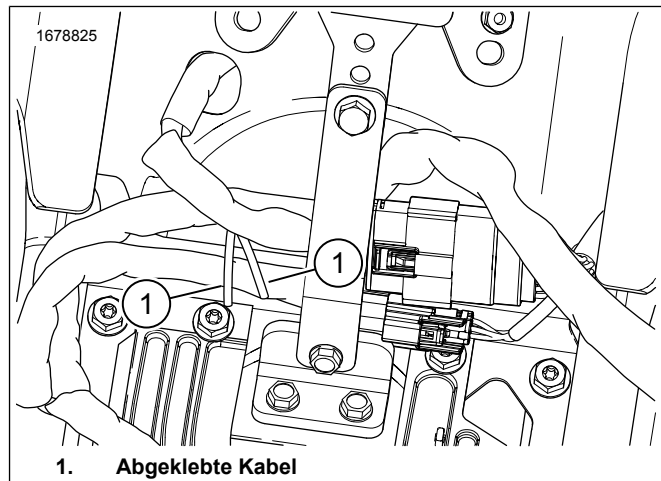

Abbildung 4. Batterieträger-Kabel
1. Siehe Abbildung 4. Die abgeklebten weiß/rosa und weiß/braunen Kabel im Bereich des Batterieträgers ausfindig machen. Das Klebeband von den Kabeln entfernen.